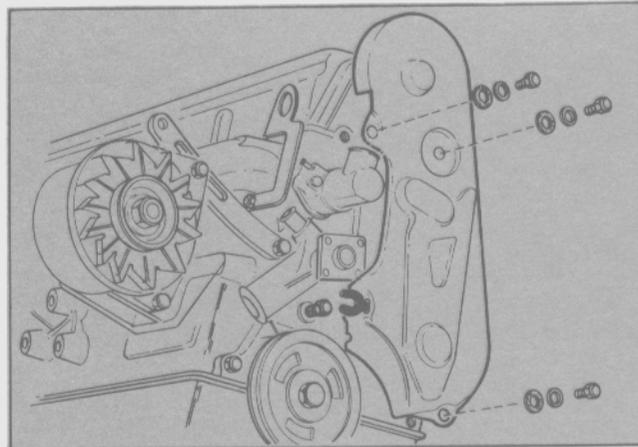

Fig. 57 - Instalación del protector de la distribución
- Ajustar la polea del cigüeñal y la polea del eje auxiliar al torque indicado en especificaciones. Colocar la tapa de la distribución (Fig. 57).